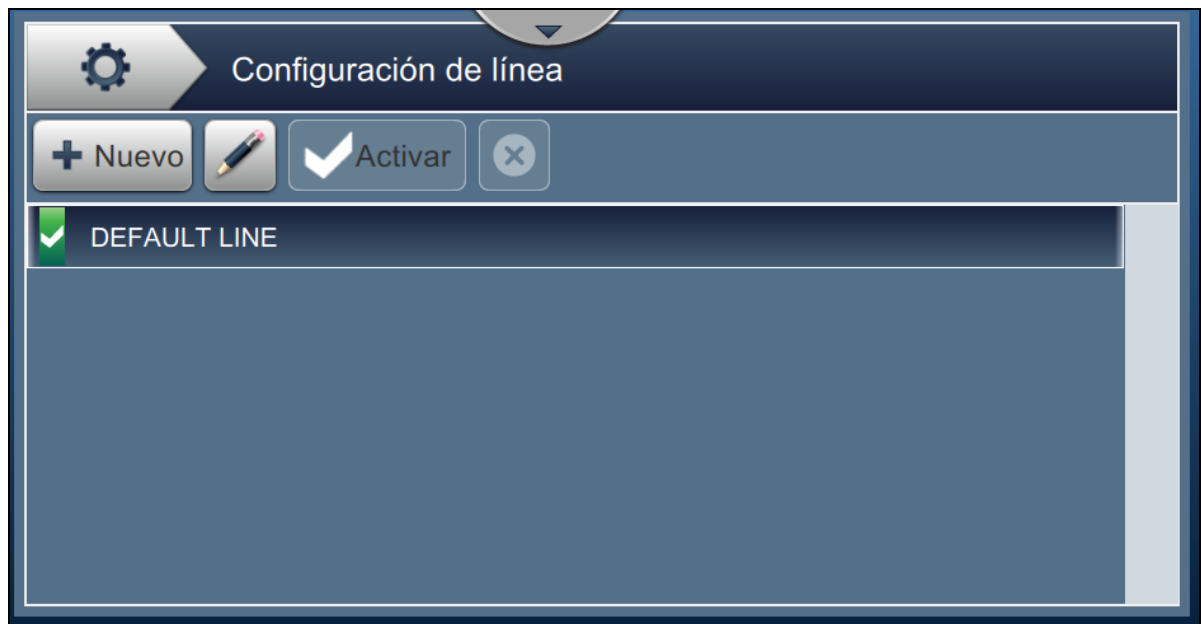

Figura 6-26. Pantalla Configuración de línea
2. Pulse el botón  de la pantalla Configuración de línea para crear una nueva configuración de línea, como se muestra en la Figura 6-26. Se abrirá la pantalla Nombre de la configuración de la línea con un teclado.